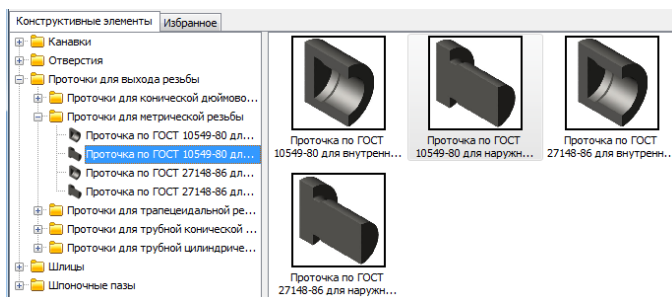

Рис. 16
9.2 Двойным щелчком выбрать папку **Проточки для выхода резьбы/ Проточки для метрической резьбы/ Проточка по ГОСТ 10549-80 для наружной метрической резьбы** (см. рис. 16).